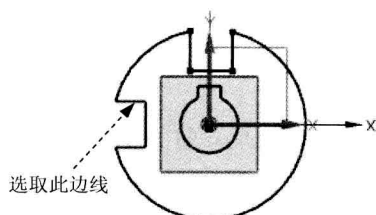

图 2.13.7 添加约束(三)
Step 3 单击“水平”按钮 ，选取图 2.13.7 所示的边线，添加“水平”约束。